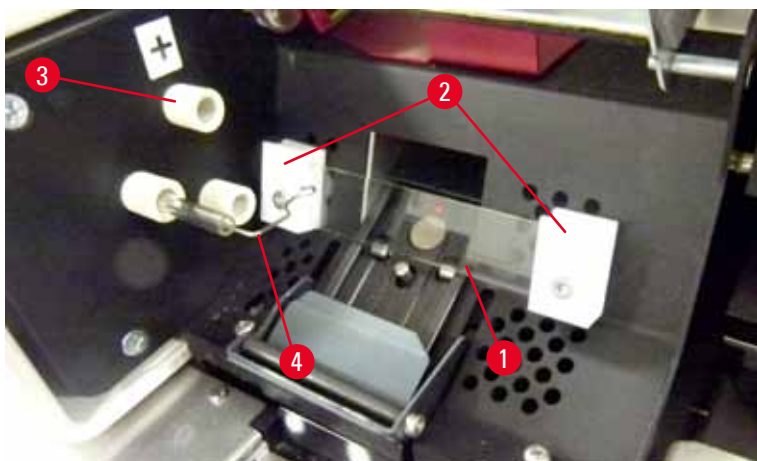

Fig. 20
5. Se till att kontaktfjädringen (→ "Fig. 19-2")/(→ "Fig. 20-4") är borttagen från lampans tändtråd (→ "Fig. 21-1") (se även (→ "Fig. 20")).